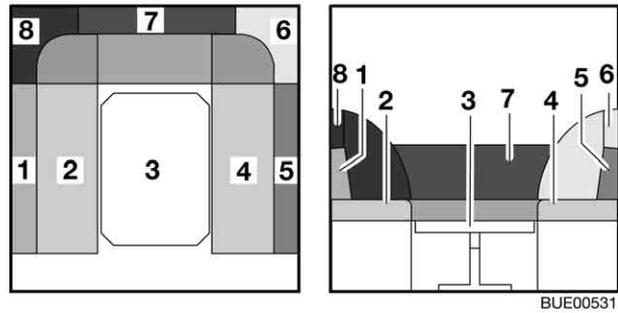

Bild 71 Während des Umbaus
- Die Sitzpolster (Bild 71,2 und 4) zur Mitte ziehen.
- Die Rückenpolster (Bild 71,1 und 5) zwischen die Sitzpolster und die Außenwand legen.
- Die Rückenpolster (Bild 71,6, 7 und 8) abnehmen und beiseite legen.